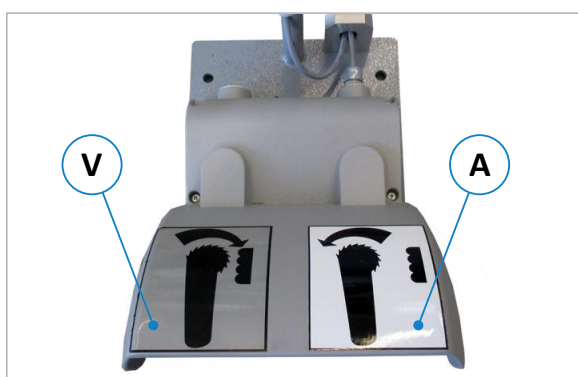

Abbildung 41: Schaltwippen-Funktion des Fußschalters
- Platzieren Sie den Fußschalter (F) gut zugänglich an der Position „Arbeitsplatz“ (siehe ⇒ Abbildung 41) an der Aufgabeseite der Maschine.
Die beiden in ⇒ Abbildung 41 dargestellten Schaltwippen haben folgende Funktion: